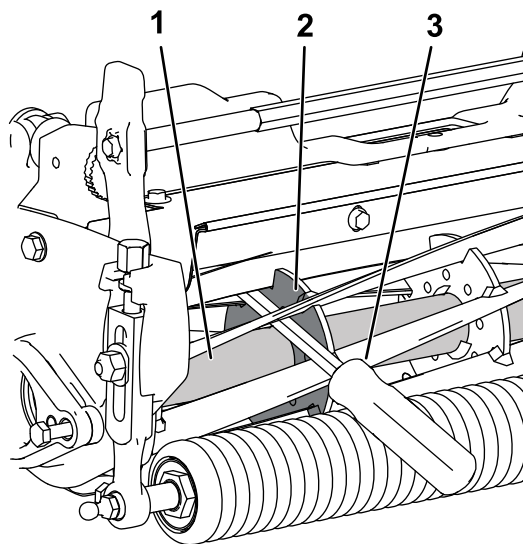

図 12
- リールサポートプレートの溶接されている側からボールを入れ 図 12、
- A. 長い柄のバールドライバーハンドル付きの $\frac{3}{8}$ x 12"を推奨を、トルク締めするCuttingユニットの側面に最も近いCuttingリールの前側に挿入する(図 12)。
- B. リールサポートプレートに溶接されている側からバールを入れ(図 12)、